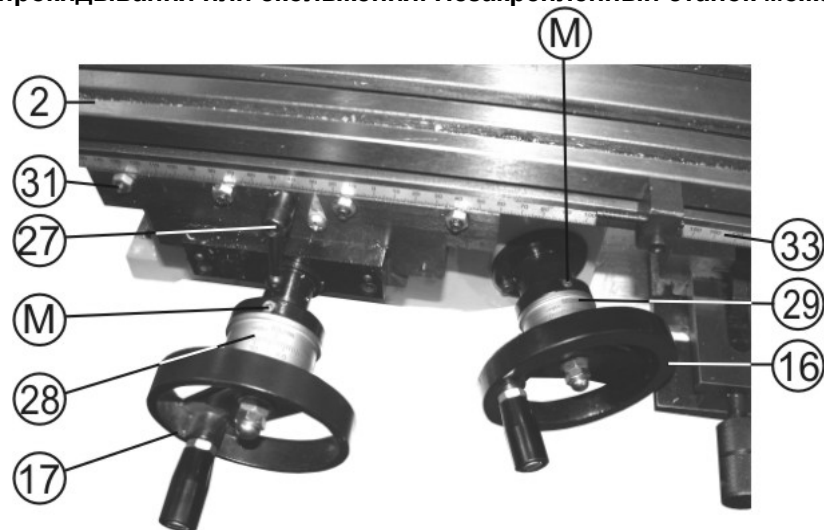
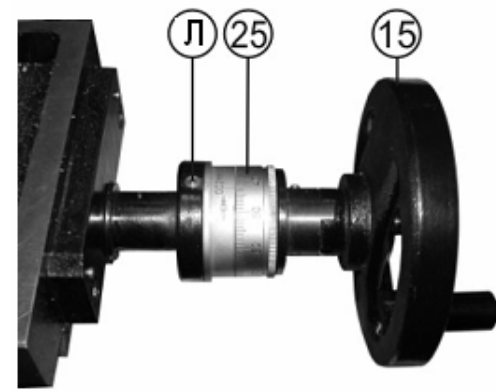

Рис. 3
Рис. 7
9.1. Регулировка хода продольной подачи стола (Рис. 3, 4)
12.1.6. Перед началом работы и после окончания капните несколько капель масла на направляющие подачи стола, стойки перемещения бабки, оси маховиков, в маслёрки подшипников (М), Рис. 3, 7, и всех узлов, снабжённых маслёрками.
10.3.7. Установка и подача заготовки в продольном направлении стола (2) производится вращением маховика продольной подачи стола (15). Фиксированное положение устанавливается рычагом фиксации продольной подачи стола (27). Расстояние подачи контролируется по шкале (33), Рис. 3. Точное расстояние подачи контролируется по шкале лимба (25) маховика продольной подачи стола (15). Цена одного деления – 0,02 мм Рис. 7.